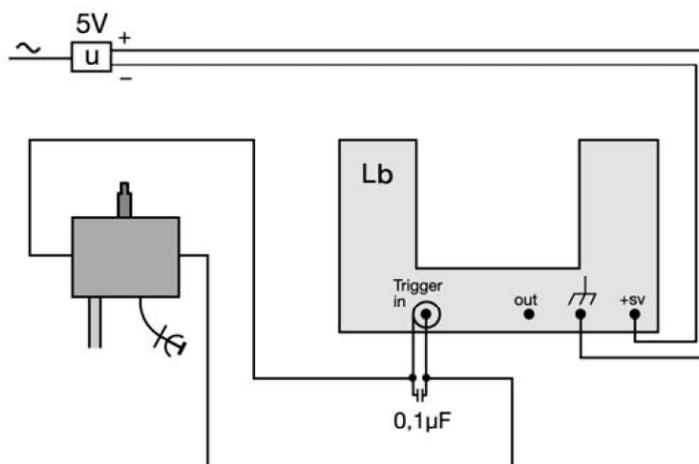

Figura 2: Esquema da ligação do sistema cronómetro/célula fotoelétrica (Lb)
- 2) Ligue a ponta de travamento ao sistema de cronómetro/célula fotoelétrica (Lb) tal como está esquematizado na Figura 2.
- 11) Calcule o momento de inércia da roda de Maxwell a partir dos valores do ajuste e verifique a dependência da posição em relação ao tempo dado pela equação (7). Pode também estimar o erro propagado do declive da recta para o valor do momento de inércia.
- 2) Desligue o sinal de “Trigger In” no sistema de cronómetro/célula fotoelétrica (Lb) (Ver Figura 2).